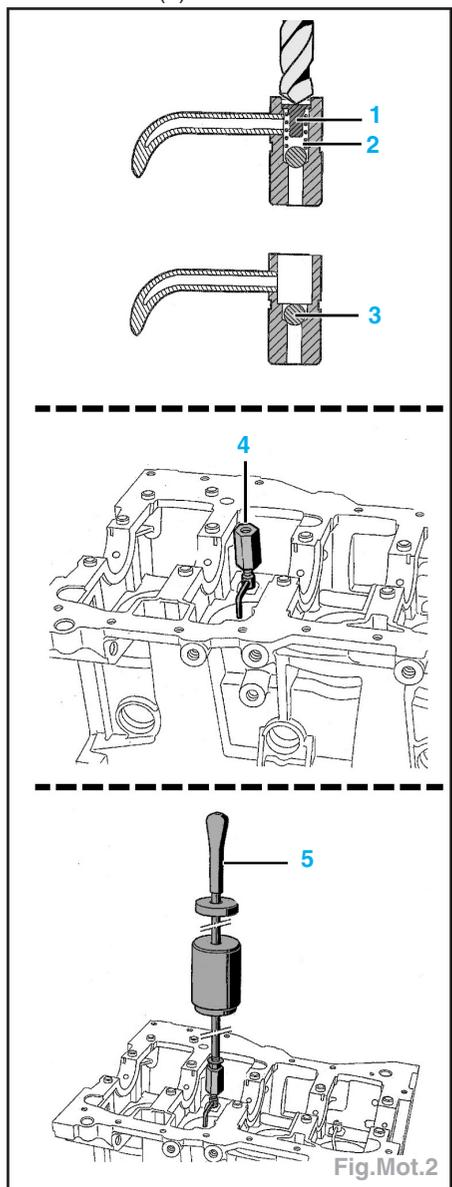

Fig.Mot.2
- Ne pas déposer la bille (3) afin d'éviter l'introduction de la limaille dans le circuit de lubrification.
- Percer le gicleur à l'aide d'un foret de Ø 7 mm et dégager la butée (1) (Fig.Mot.2) et le ressort (2).